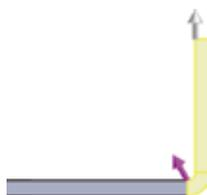

图 5.25 折弯在外
-  (折弯在外) 单选项：用于表示在不改变原有基础钣金的基础上，直接折弯一块钣金壁，如图 5.25 所示。